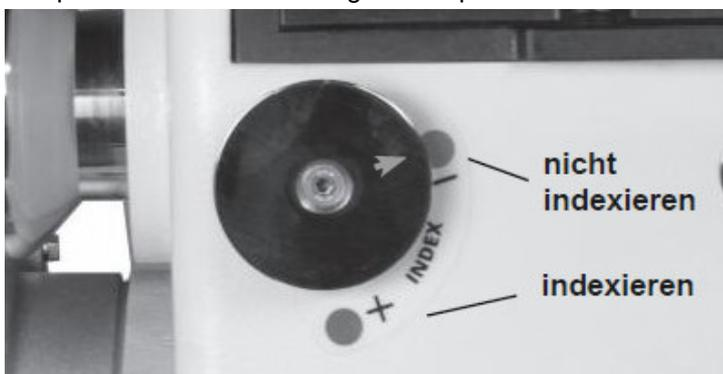

Abb.8-12: Indexdrehknopf
1. Drehen Sie den Indexdrehknopf (Abb. 8-12) von der Position „nicht indexieren“ (roter Punkt „-“) in die Position indexieren (grüner Punkt „+“). Dadurch greift der Schaft des Indexstiftes in eines der Löcher der Spindelscheibe und verriegelt die Spindel.